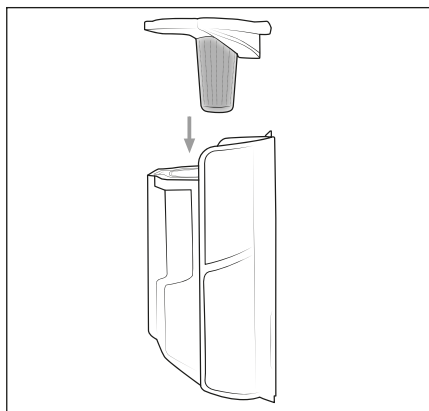

Abb. 19
- 6) Introduceți filtrul din oțel inoxidabil **6** în recipientul de praf **7** și împingeți-l în jos, până când stă fix în recipientul pentru praf **7** (a se vedea fig. 19).